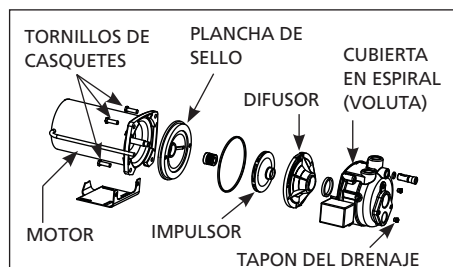

Figura 12 - Bomba Convertible para Pozos
- Saque los cuatro pernos que mantienen la cubierta en espiral de la bomba (voluta) unida al motor (Figura 12, página 31).